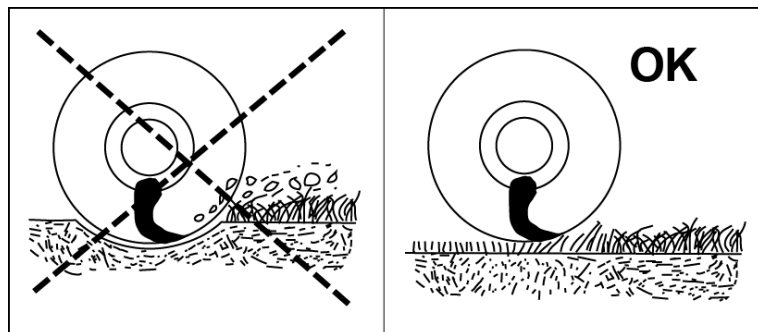

Fig.78
- Regolare l'altezza di lavoro, evitando che gli organi di taglio vadano a contatto con il terreno ("Fig.78"). Verificare costantemente che non ci siano vibrazioni eccessive.
- Adjust the height of work, preventing that cutting tools come into contact with the ground ("Fig.78"). To constantly verify that there are no excessive vibrations.
- Regler la hauteur de travail, en evitant que les organes de coupe touchent le sol ("Fig.78"). Vérifier constamment qu'il n'y a pas de vibrations excessives.
- Stellen Sie die Arbeitshöhe, so dass die Schneid in Kontakt mit dem Boden sollte sein, zu verhindern ("Fig.78"). Ständig zu überprüfen, dass es keine starken Vibrationen gibt.
- Regular la altura de trabajo evitando que la herramienta sea a contacto con el suelo ("Fig.78"). Averiguar constantemente que no nos hemos vibraciones excesivas.
- Ajustar a altura de trabalho de modo a que os elementos de corte não entrem em contacto com o solo ("Fig.78"). Verificar constantemente que não há vibrações excessivas.